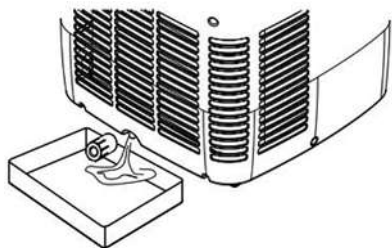

Fig. 1
- Prima della conservazione, assicurarsi di rimuovere il tappo in gomma dalla porta di scarico situata nella parte inferiore (n. 10) e lasciare fuoriuscire l'acqua in un contenitore (fig. 1). Avviare l'unità in modalità di ventilazione per alcune ore in modo da rimuovere ogni eventuale residuo di umidità dalle bobine, prevenendo così la formazione di muffe.